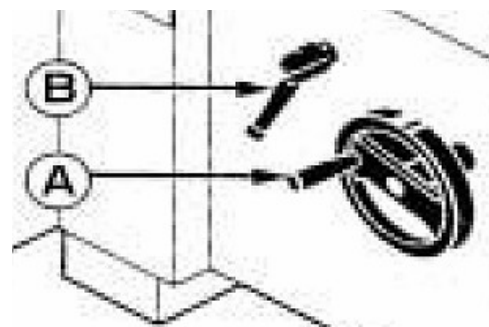
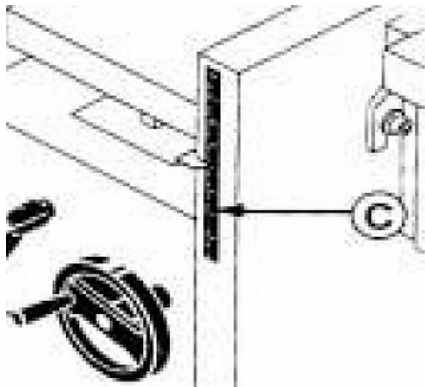

Abb. 22: Klemmhebel Höhenverstellung
Abb. 23: Skala
- Schritt 6: Klemmhebel (Pos. B, Abb.22) zur Höhenverstellung lösen.
Schritt 7: Spannabnahme mit Hilfe des Handrads (Pos.A, Abb.22) einstellen. Die Höhe der Tischposition kann an der Skala (Pos. C, Abb.23) abgelesen werden.
Schritt 8: Klemmhebel (Pos. B, Abb.22) zur Höhenverstellung festziehen.